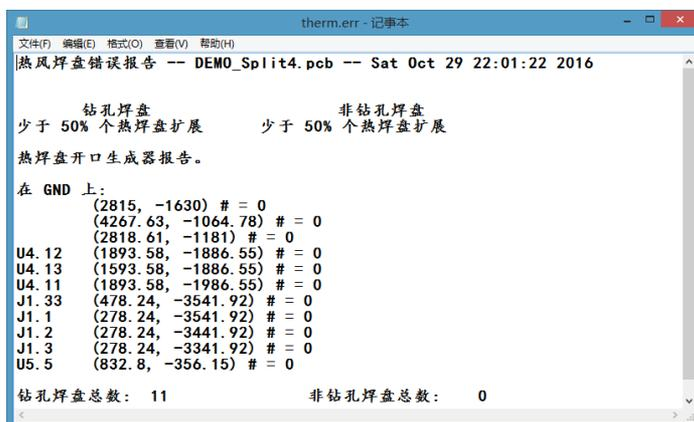
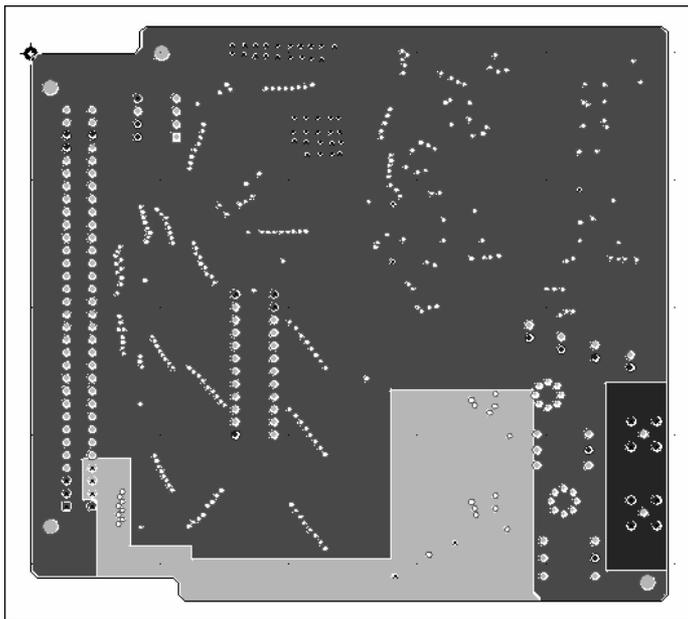

图 12-24 灌铜错误报告
图 12-25 平面层分割后灌铜完成的效果图
(2) 在列表框中选择“GND”，即已分割的地层。
(3) 单击“开始”按钮，即可开始灌铜操作。灌铜完成后，弹出如图 12-24 所示的错误报告。灌铜效果如图 12-25 所示。